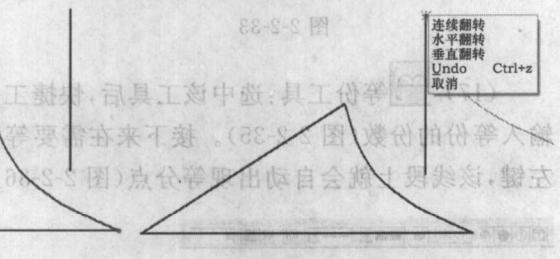
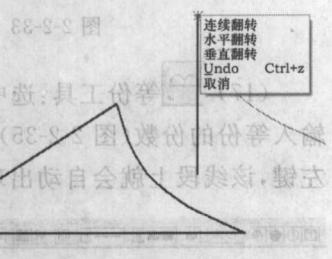

图 2-2-40
图 2-2-41
(21) 翻转粘贴:选中翻转粘贴工具,单击左键选中一条曲线(或者直线)的一端,此时该线条呈红色,按空格键会改变该线条的方向,每按一次,会沿逆时针方向旋转一次(或者单击鼠标右键,在弹出的菜单里选择想要的旋转方式),得到指定的形状后,移动该线条到指定的位置(点)上即可(图 2-2-40 和图 2-2-41)。